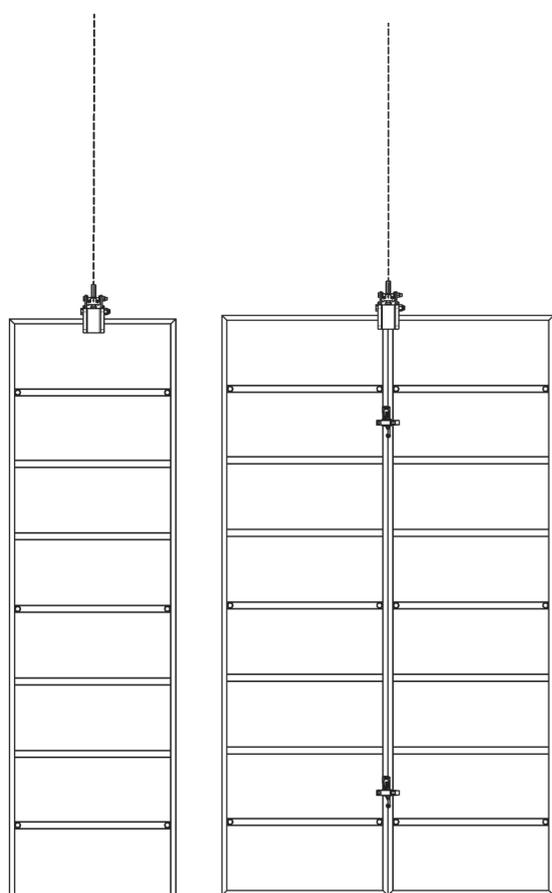

Fig. 48 :
- Pour un module, fixer le crochet grue au milieu de la face avant. (figure 48).